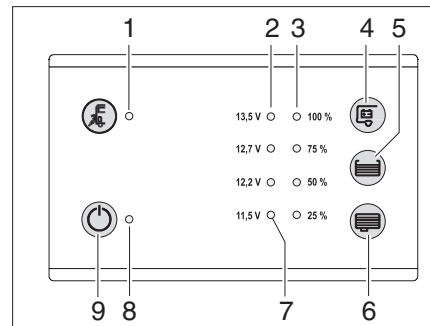

Fig. 70 Panel LT 100
- ▶ Tocar la tecla táctil del interruptor principal 12 V ON/OFF (Fig. 70, 9).
- ▶ Tocar la tecla táctil de consulta de tensión de la batería del habitáculo (Fig. 70, 4):
- ▶ Tocar la tecla táctil de consulta de nivel de depósito de agua (Fig. 70, 5) o aguas residuales (Fig. 70, 6).